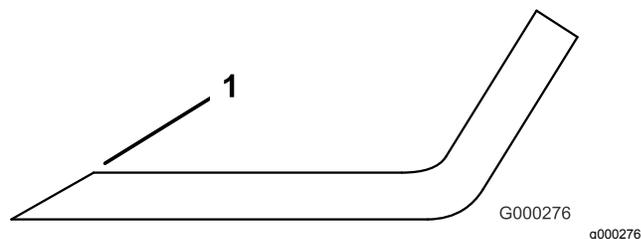

Figura 101
1. Utilice una lima para afilar el filo de corte en ambos extremos de la cuchilla (Figura 101).